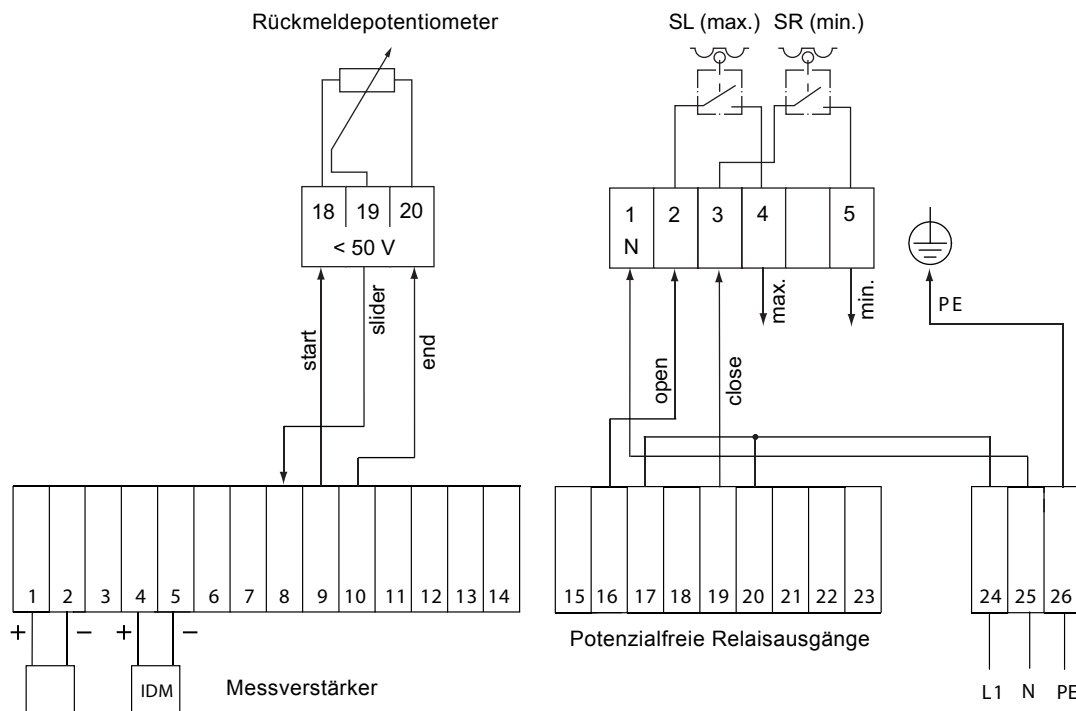

Abb. 19 Anschlussplan Conex® DIS-2Q
- Elektrische Anschlüsse nach dem Schaltplan Abb. 19 vornehmen.